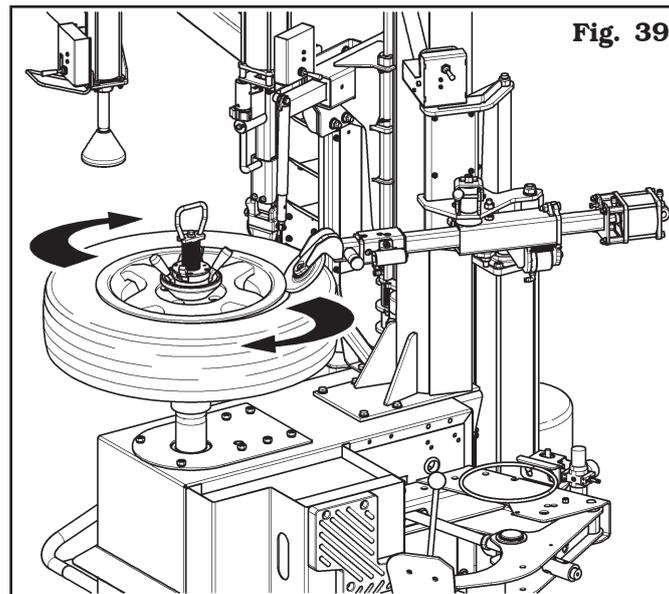

Fig. 39
3. attivare la rotazione in senso orario della ruota premendo il pedale (**Fig. 22 rif. 3**). Continuare la rotazione della ruota fino ad operazione completata (vedi **Fig. 39**);